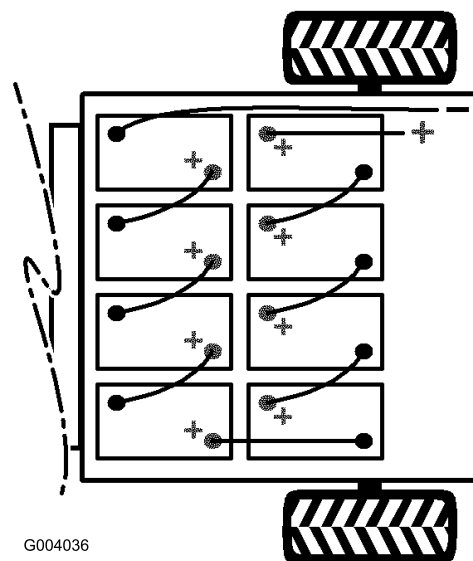

Figura 37
2. Desligue o fio negativo comprido e negro que liga os pólos das baterias ao veículo (Figura 37).
3. Desligue o fio positivo comprido e vermelho que liga os pólos das baterias ao veículo (Figura 37).
Nota: Obs.: Preste atenção à polaridade das baterias quando trocar de baterias (Figura 37).
- 9. Ligue as baterias umas às outras com os cabos próprios (gravura Figura 37).
- 10. Ligue o fio positivo comprido e vermelho das baterias ao veículo (Figura 37).
- 11. Ligue o fio negativo comprido e preto das baterias ao veículo (Figura 37).